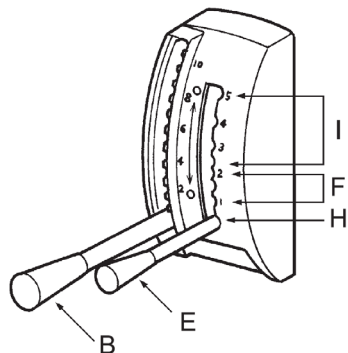

Рис. 18 Рычаги газа и расхода химикатов
4. Перевести рычаг (В) расхода химикатов (Рис. 18) в положение «ЗАКРЫТО» (распылитель) или закрыть кран запорный (разбрызгиватель).
6. Перевести рычаг (Е) газа в положение запуска (F) 1 или 2 (Рис. 18).
3. Установите рычаг газа в максимальное положение I (Рис. 18). Переверните устройство свечным отверстием вниз и, фиксатором зафиксировав курок газа в полностью нажатом состоянии, несколько раз сильно и часто дерните за ручку стартера для удаления лишнего топлива из цилиндра.
1. Переведите двигатель в режим холостого хода, для этого установите рычаг газа (Рис. 18) в положение F (1 или 2).
Перед работой с порошком (гранулятом) установите рычаг расхода химикатов В (Рис. 18) в положение «0», затем добавь-